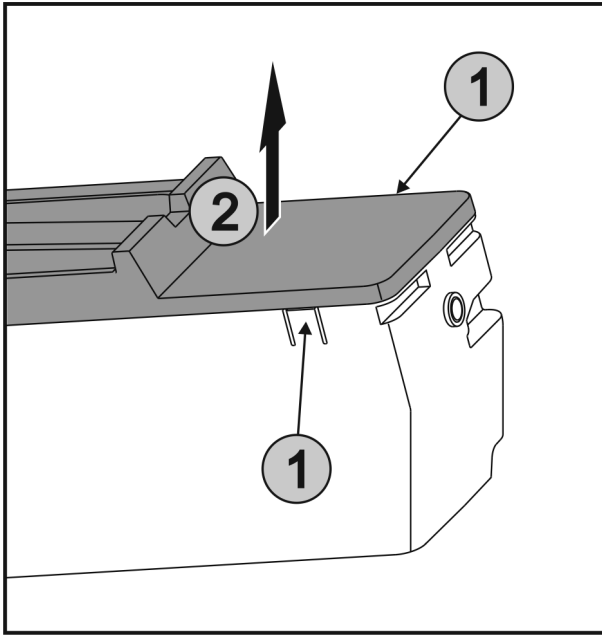

Fig. 40
- ▶ Apăsați simultan eclisele Fig. 40 (1) de pe ambele părți ale EasyTwist-Ice și scoateți capacul Fig. 40 (2) în sus.